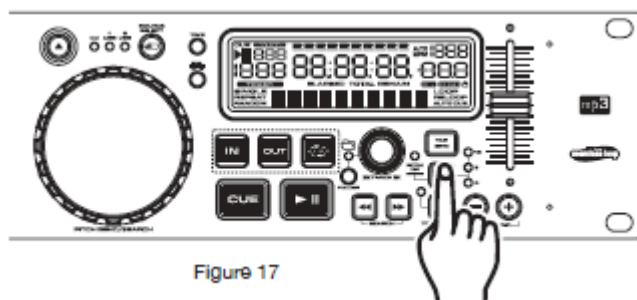

Figure 17
Zakres *pitch* można ustawić w dowolnym momencie. Żeby go zmienić należy się najpierw upewnić, że funkcja *pitch* jest włączona, patrz rys.17. Procent *pitch* można zmieniać pomiędzy +/-4%, +/-8%, +/-16%, i 100%. 4% umożliwia najmniejszą zmianę a 100% największą zmianę *pitch*. Aby ustawić różne wartości wciskamy przycisk *Pitch ON/Off* (10) oraz uderzamy w przycisk % (10) aż znajdziemy żądane wartości. Dioda LED